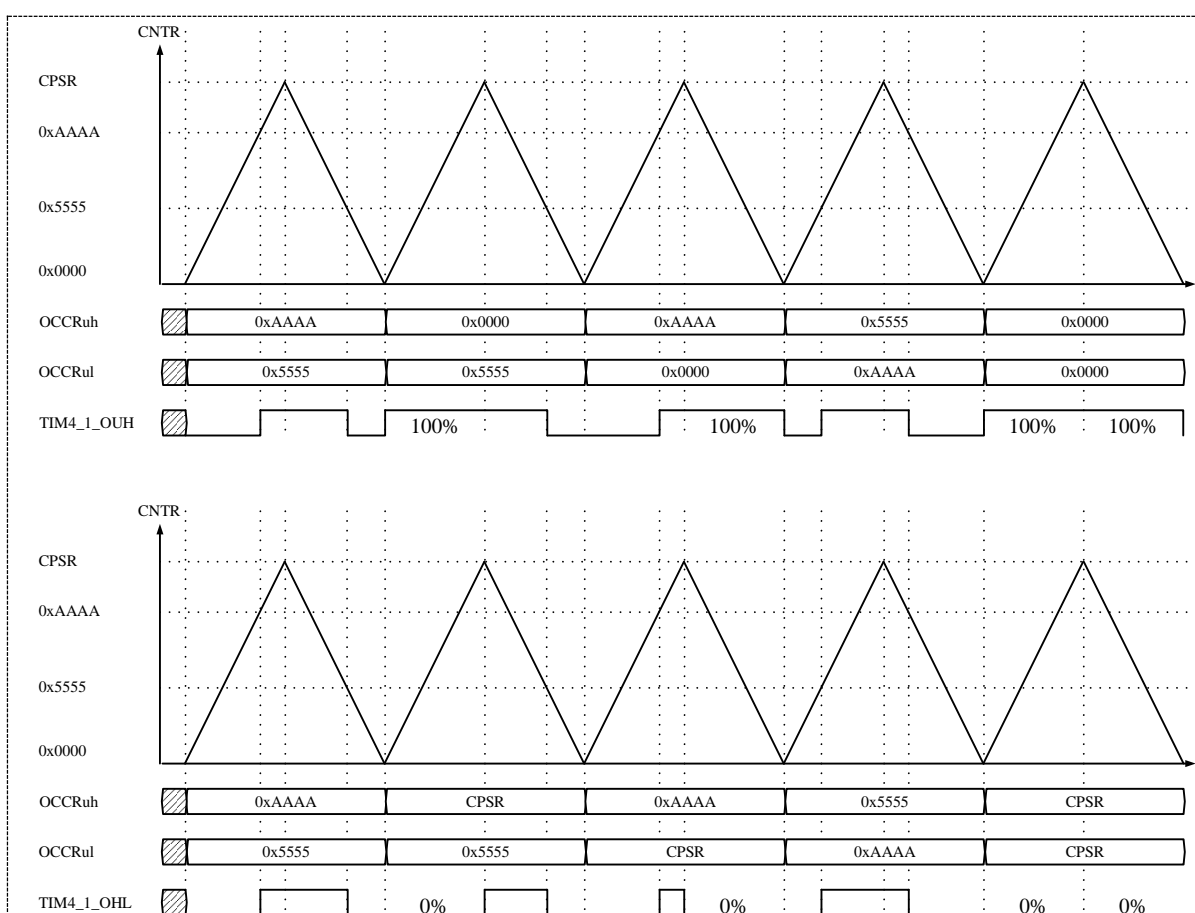

图 17-7 三角波模式波形输出例
2) 下图 17-7 是三角波计数模式下的比较输出模块的波形输出示例。